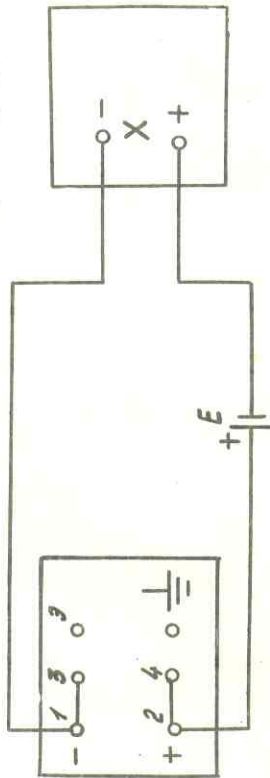

Рис. 9
4.3.6.5.2. Установка опорного напряжения производится по схеме рис. 9 или по схеме рис. 9, где в качестве нуль-органа может быть использован потенциометр или вольтметр с чувствительностью не менее 1 мВ.
подключите нормальный элемент по схеме рис. 9.; регулировкой "КАЛИБР 10 V ГРУБО, ПЛАВНО" (под крышкой на лицевой панели) установите опорное напряжение с погрешностью $\pm 5 \mu V$.